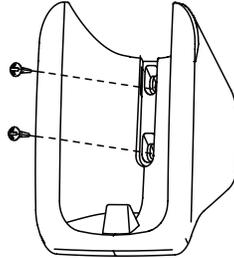

Figura 3
1. Use os parafusos (acessórios) para fixar e prender o suporte do controle remoto em uma posição segura (consulte a Figura 3);